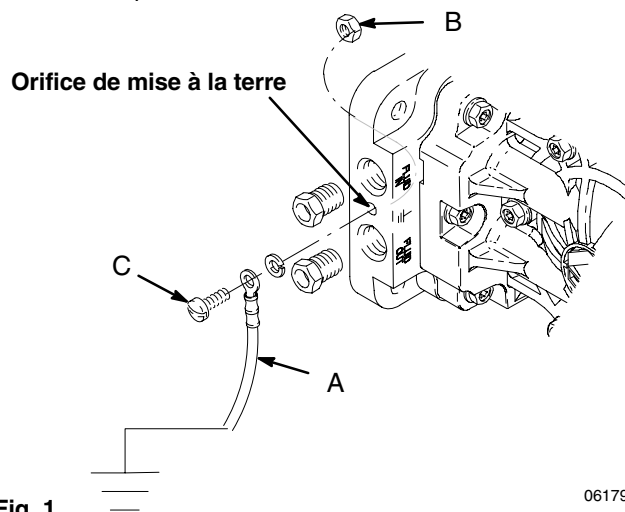

Fig. 1
Les pompes en polypropylène et PVDF ne sont **pas** conductrices. Si vous pomperez des fluides inflammables conducteurs, raccordez **toujours** le système de fluide à la terre. Assurez-vous que le fluide possède un raccord électrique branché sur une vraie prise de terre, consultez la Fig 1. N'utilisez **jamais** de pompe en polypropylène ou PVDF avec des fluides inflammables non conducteurs comme cela est indiqué dans votre réglementation locale de protection contre les incendies.
Pompe : raccordez un fil de terre (A) et un collier, référence 819.0157. Consultez la Fig. 1. Les prises de mise à la terre se situent sur le collecteur entre les orifices de sortie et d'entrée. Utilisez l'écrou (B) et le boulon (C) qui sont fournis avec la pompe et procédez au montage comme suit :